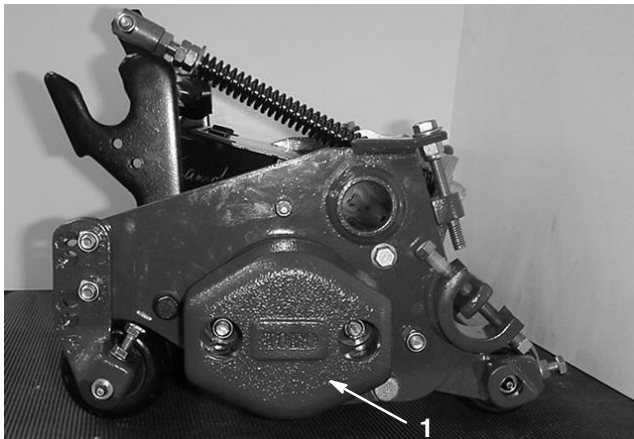

fig. 18
- A. Ta bort monteringsmuttrarna från motvikten i änden (fig. 18).
2. Ta bort motvikten (fig. 18).